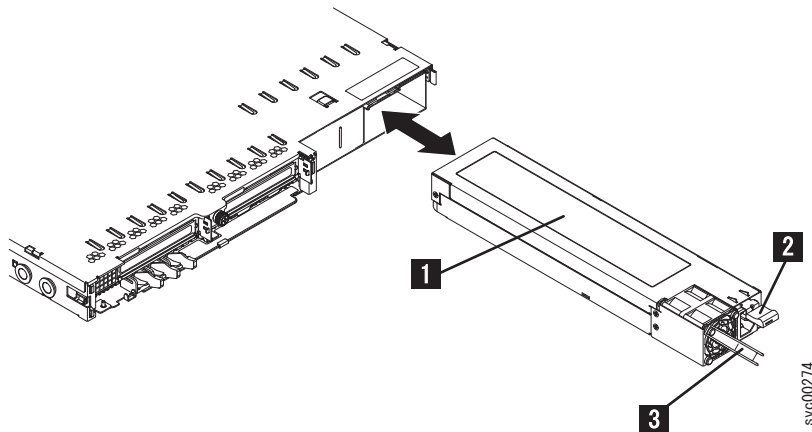

図 153. SAN ボリューム・コントローラー 2145-8G4 電源機構
3. オレンジ色の解放タブ **2** (183 ページの図 153 を参照) を押し下げたまま、ノードから電源機構を引き出します。